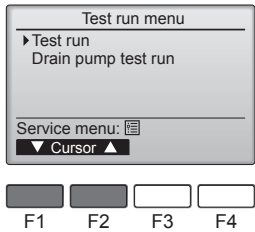

Fig. 6-4
- ④ Выберите режим “Test run” (Тестовый прогон) кнопкой [F1] или [F2], затем нажмите кнопку . (Fig. 6-4)